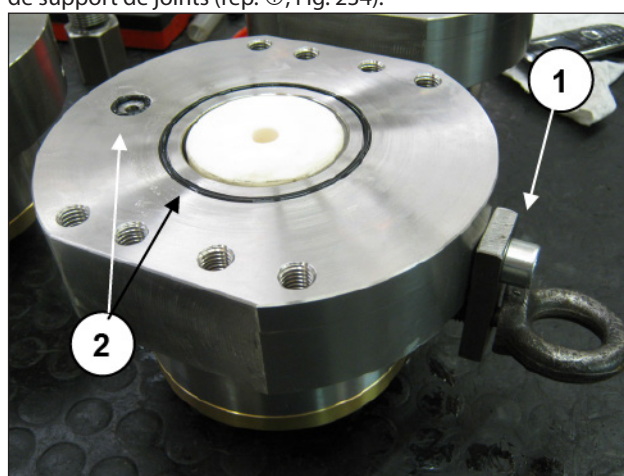
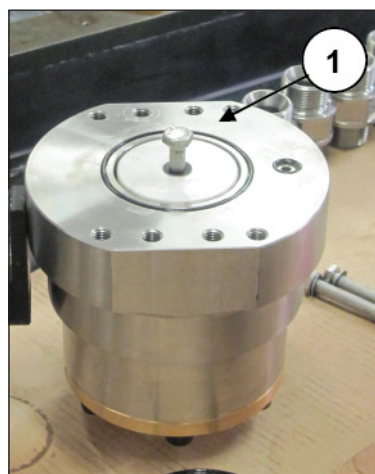

Fig. 233
Fig. 234
Placez l'outil de levage du groupe (rep. ①, Fig. 233), les joints toriques sur la surface d'appui du support (rep. ②, Fig. 233), et insérer la vis de fixation du piston du côté opposé à la bague de support de joints (rep. ①, Fig. 234).